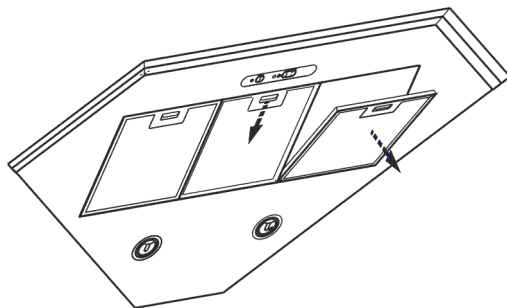

рис. 4
8.3 Для очистки алюминиевого фильтра извлеките его из кухонной вытяжки (рис. 4) и произведите очистку с помощью щетки горячим водным раствором нейтрального моющего средства вручную или в посудомоечной машине (при 60°C).
- перед установкой вытяжки снимите алюминиевый фильтр, для этого нажмите на пружинный замок на фильтре и потяните его вниз и на себя (рис. 4);